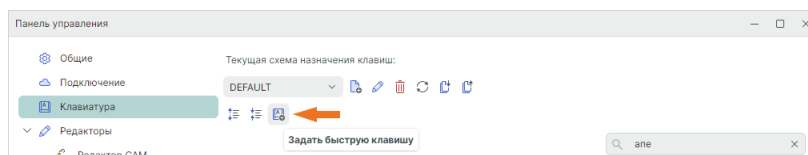

Рис. 74 Переход к назначению быстрой клавиши
2. Выберите действие, для которого необходимо назначить клавишу, и нажмите , см. Рис. 74.